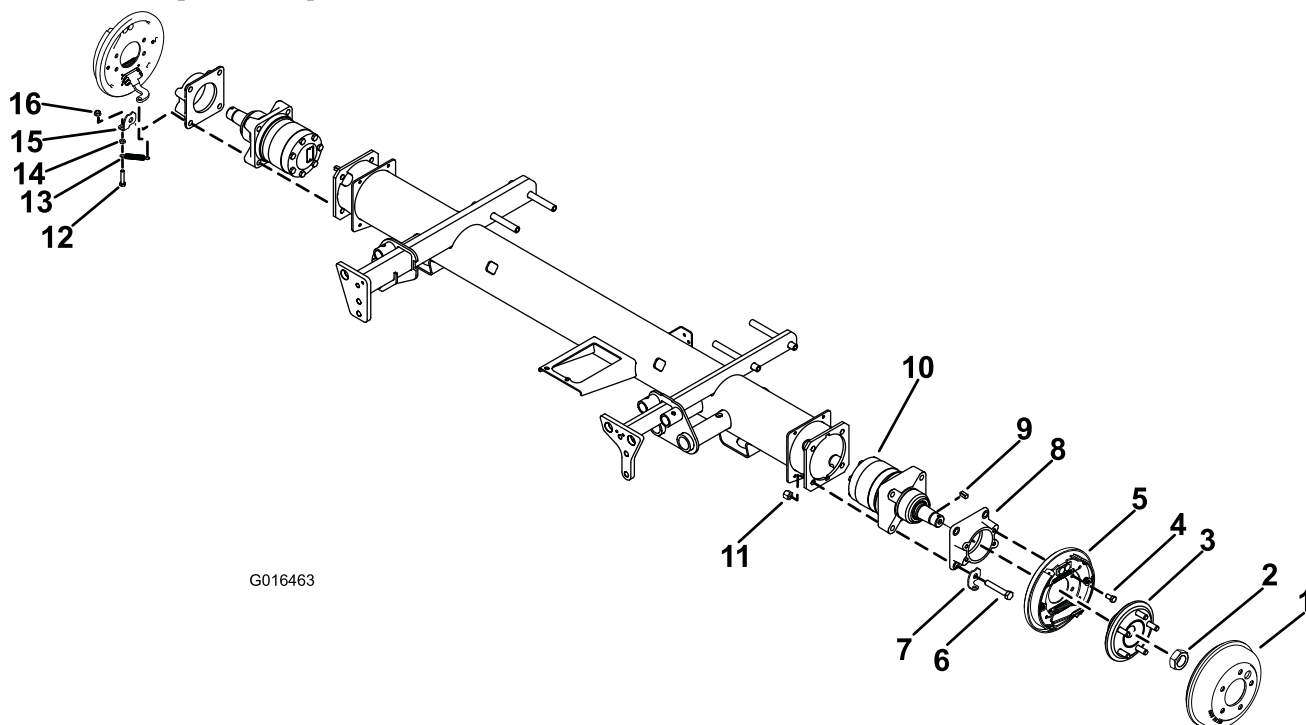

Figure 1
3. Desserrez, mais ne déposez pas complètement, le contre-écrou qui fixe le moyeu au moteur de roue (Figure 1). Desserrez le contre-écrou de deux tours au minimum.
5. Déposez le contre-écrou et le moyeu de l'arbre de moteur (Figure 1).
6. Retirez les 4 vis de fixation du frein à l'adaptateur de frein, et déposez le frein complet (Figure 1).
12. Retirez les 4 contre-écrous qui fixent l'adaptateur de frein, le moteur de roue et le clip de ressort au cadre (Figure 1).